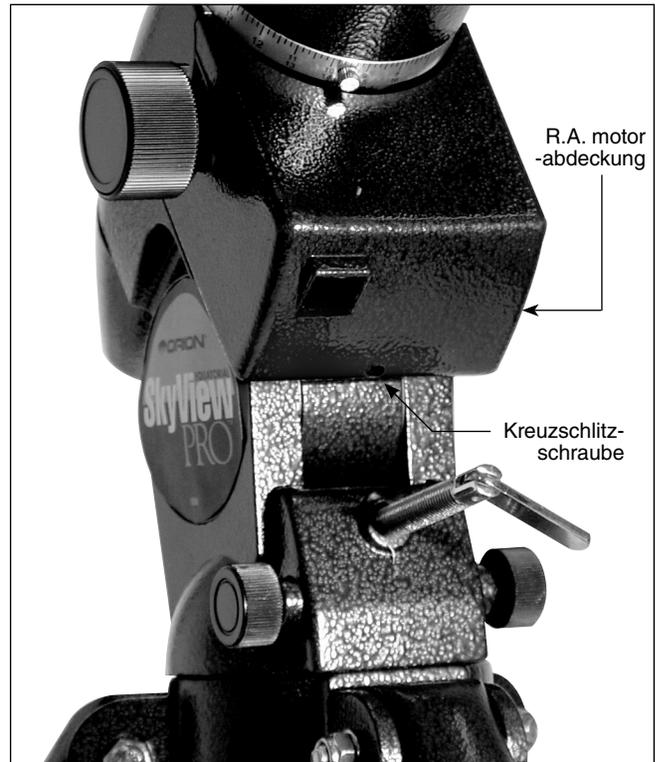

Abbildung 2. Der RA-Motorabdeckung
1. Entfernen Sie die RA Motorabdeckung aus der Halterung durch Lösen der Kreuzschlitzschraube an der Unterseite der Abdeckung (Abbildung 2). Schieben Sie die Abdeckung von der Halterung.